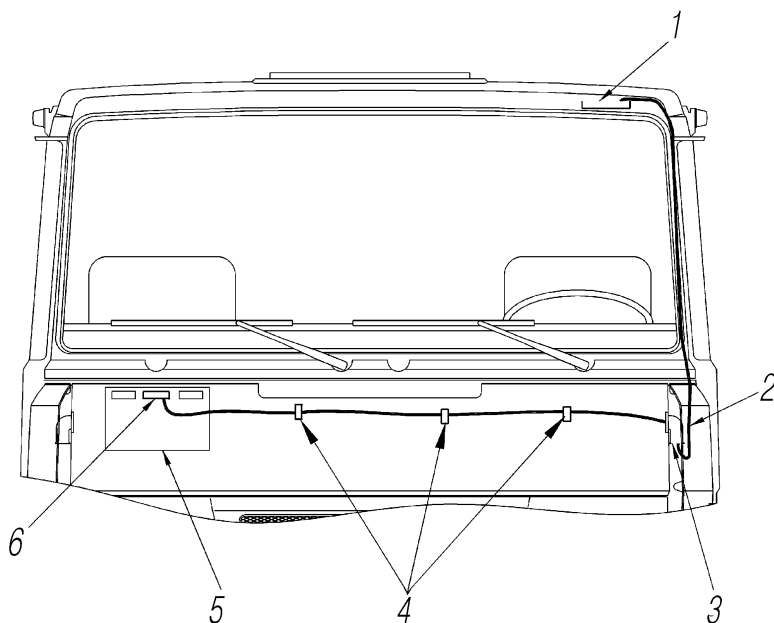

Рис. 77. Установка магнито-
**Установка магнитолы.** Магнитола 24 В устанавливается на панели радио согласно инструкции по эксплуатации. Подключение «+» к бортовой сети автомобиля производится с предохранителя 15А (вывод «4» «черного» блока предохранителей). Питающий провод сечением 1,5 мм2 нужно проложить под панелью приборов, закрепив его хомутами к пучку проводов основному, затем, через резиновую втулку, внутри боковой стойки кабины – к магнитоле (рис. 77).